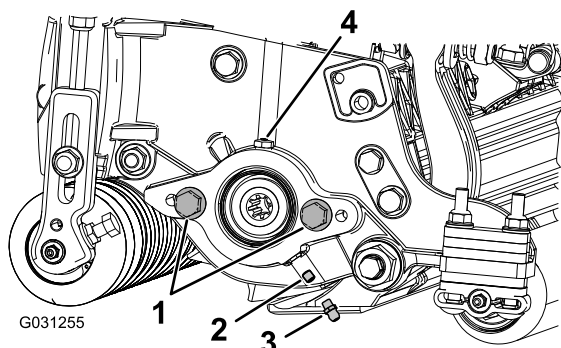

図 4
ねじは廃棄する 図 4。
2. グリスフィッティングストレートを取り付ける 図 4。
が付いていない場合は取り付ける 図 4。
ントからグリスが漏れてくるまで入れること 図 4。